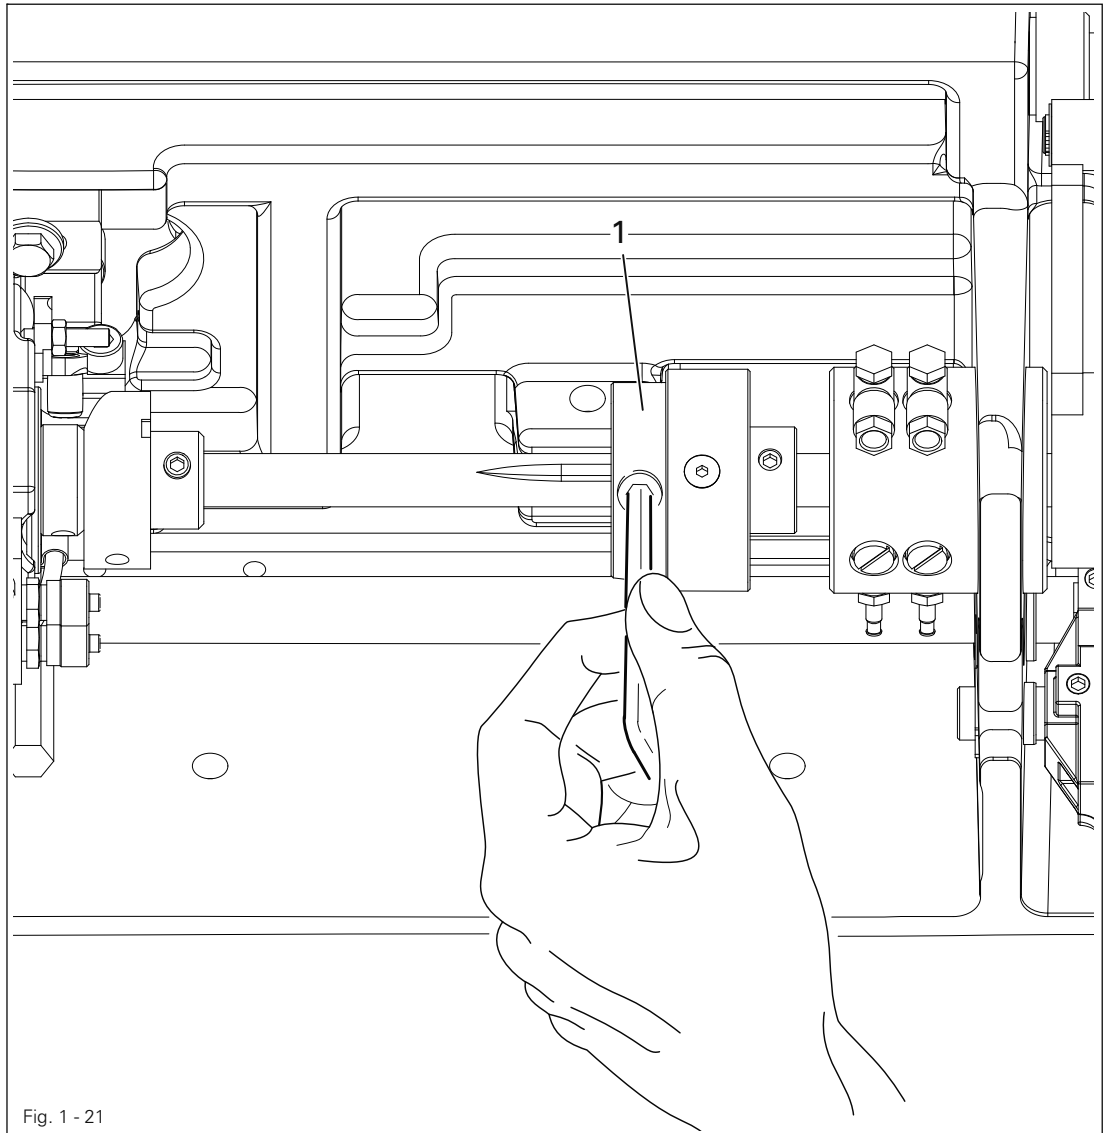

Fig. 1 - 21
- Segurar o acoplamento 1, conforme ilustrado na Fig. 1 - 21, rodar a roda de mão até o acoplamento 1 encaixar.